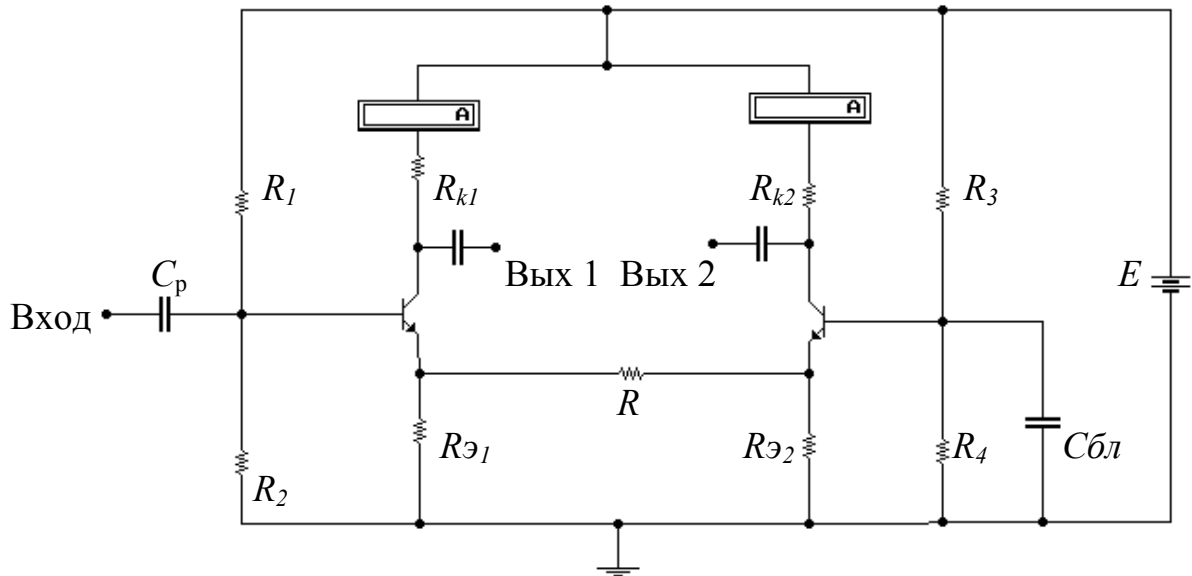

Рис. 7.6. Фазоинвесный каскад с эмиттерной связью и дополнительной обратной связью
13. Разбейте  $R_3$  на два резистора, включенные в параллель, увеличив номинал каждого из них вдвое. Подключите между двумя  $R_3$  сопротивление  $R$  (рис. 7.6) и оцените влияние его изменения (от 5 до 30 Ом) на коэффициент усиления по каждому плечу, а также на  $f_{\text{в}}$  и  $f_{\text{н}}$ .